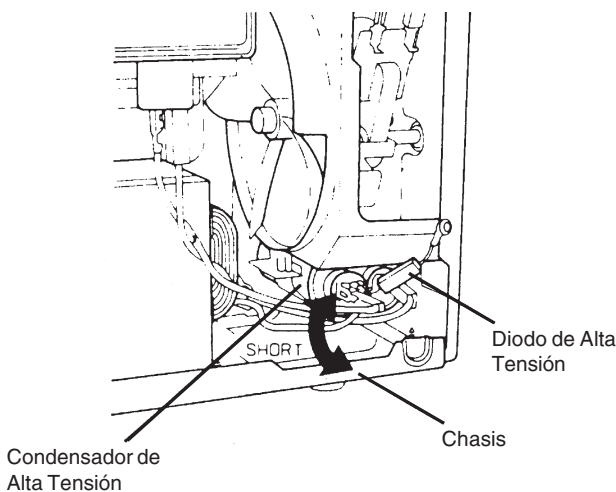

Fig. 1
- 1- Descargue el Condensador de Alta Tensión, siempre que fuera a realizar algún reparo en el Circuito de Alta Tensión, cortocircuitándolo con el chasis, utilizando un destornillador conforme fig. 1.